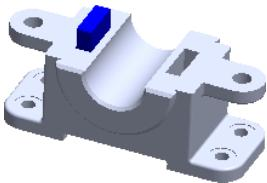
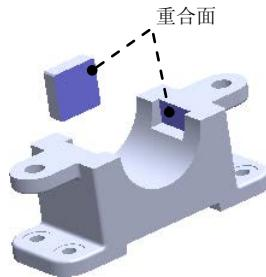

图 7.11.6 添加楔块零件
图 7.11.7 选取重合面
⑤ 单击“配合”对话框的 按钮，完成零件的定位。
Step4. 添加图 7.11.6 所示的楔块并定位。
(1) 隐藏轴套零件。在设计树中右击 sleeve<1>，在系统弹出的快捷菜单中选择 命令。
(2) 引入零件。选择下拉菜单 **插入(I)** → **零部件(R)** → 现有零件/装配体(E)... 命令，在系统弹出的“打开”对话框中选取 chock.SLDPRT，单击 按钮；将零件放置于图 7.11.7 所示的位置。
(3) 添加配合，使零件完全定位。
① 选择命令。选择下拉菜单 **插入(I)** → **配合(M)...** 命令（或在“装配体”工具栏中单击 按钮），系统弹出“配合”对话框。
② 添加“重合”配合。单击“配合”对话框中的 按钮，选取图 7.11.7 所示的两个面为重合面，单击快捷工具条中的 按钮。